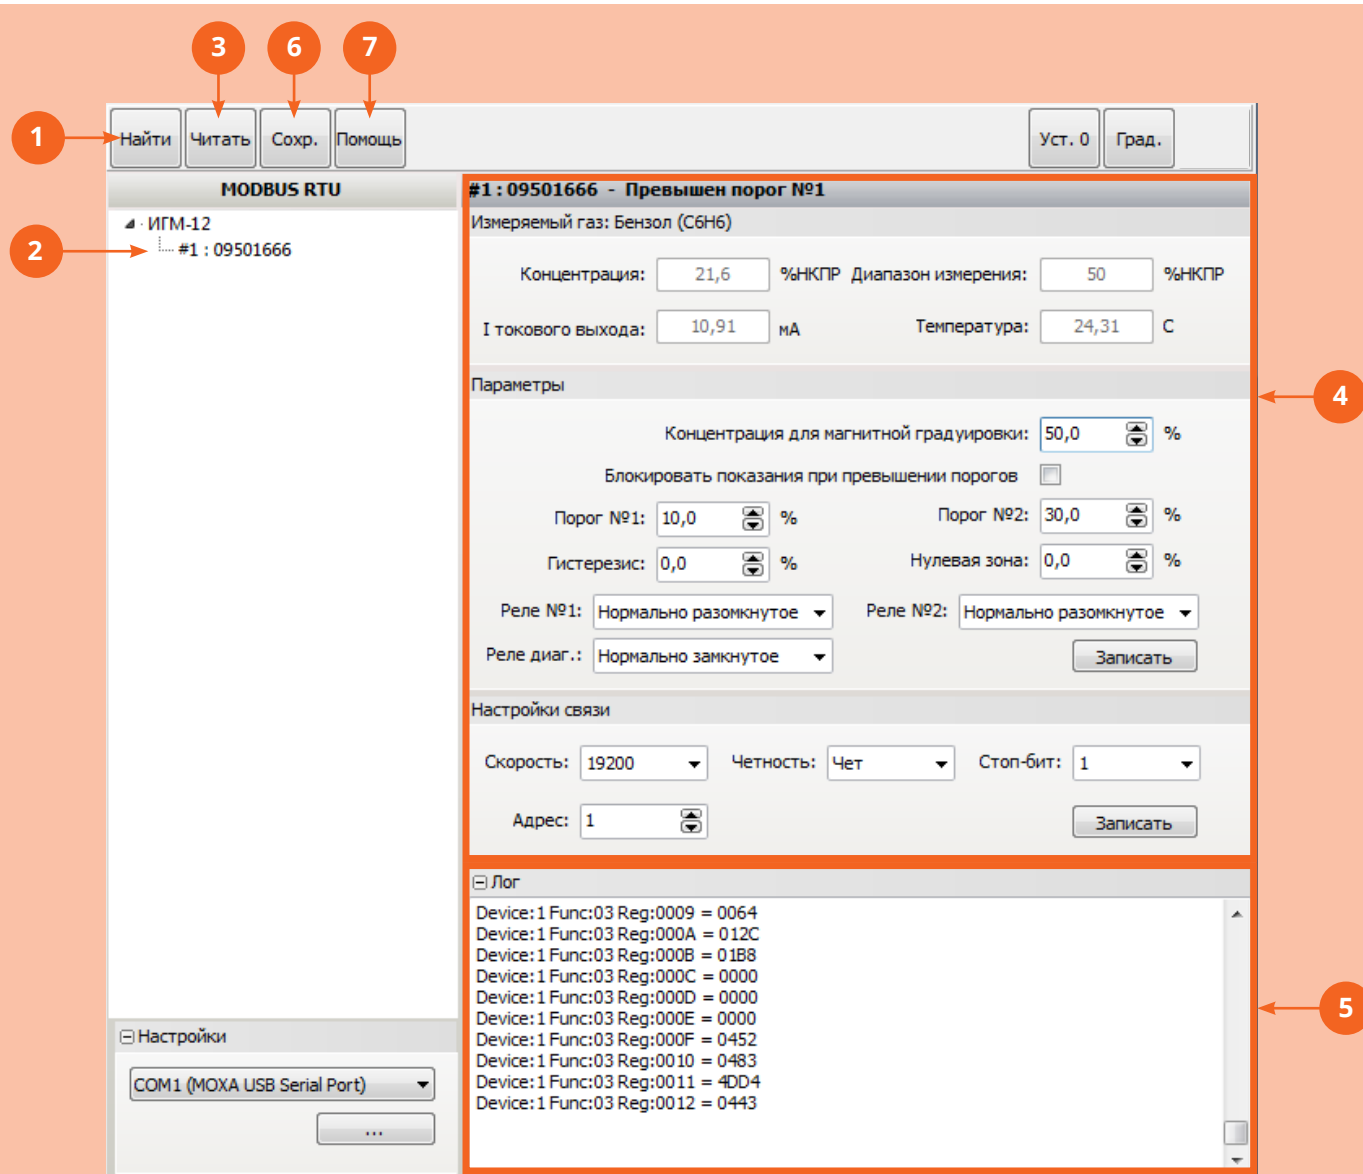
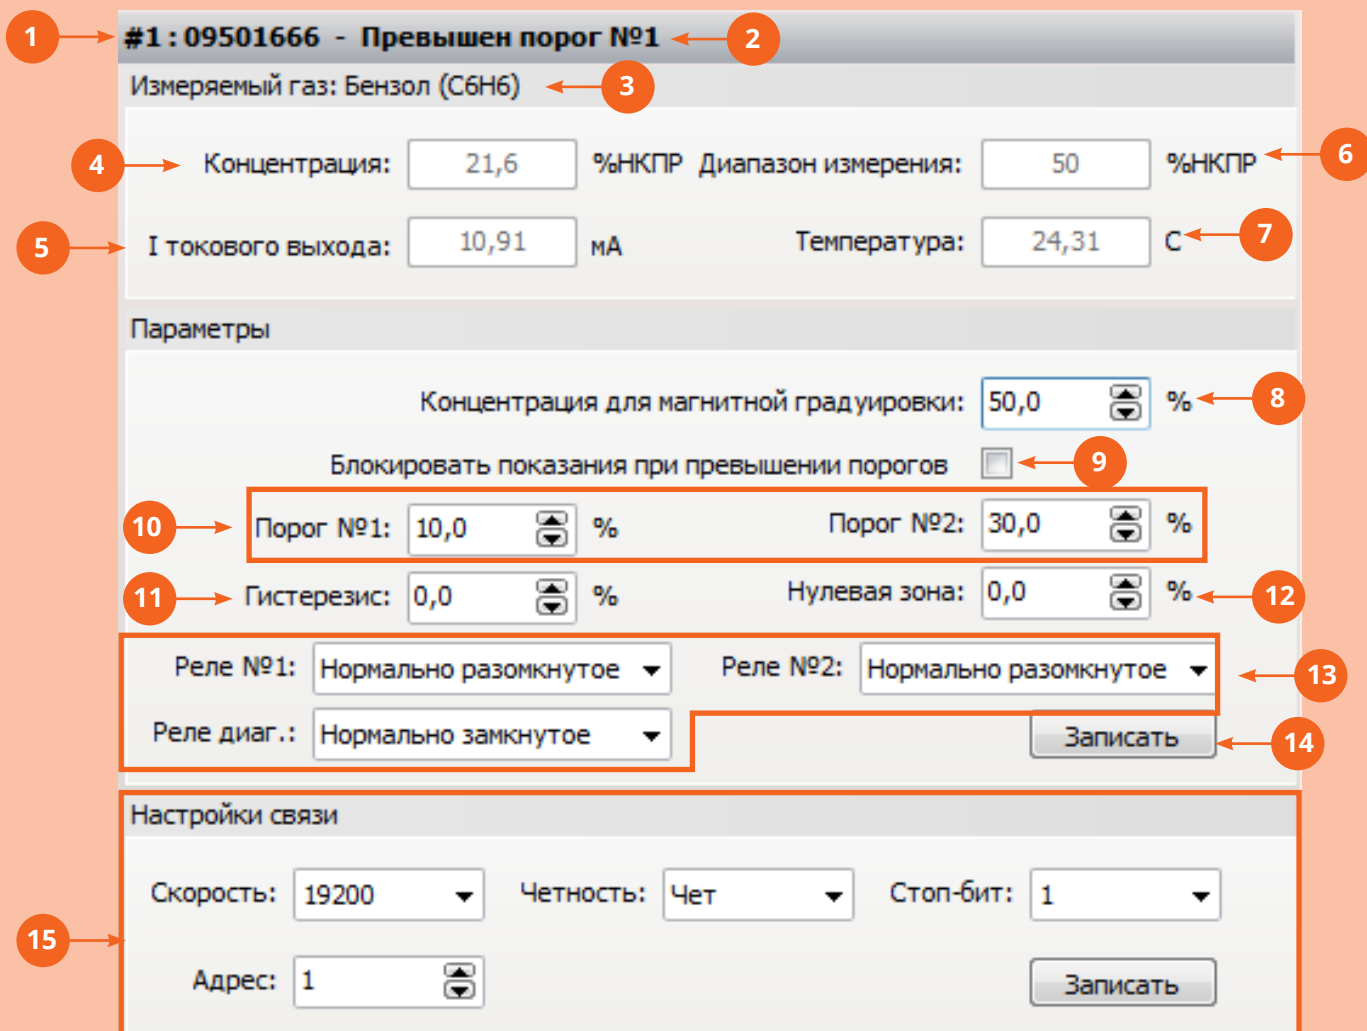

Рисунок 3
Рисунок 4
5.3. Нажать кнопку «Найти» **1** для поиска подключенных приборов. Остановить поиск, когда все подключенные приборы будут найдены и отобразятся в списке **2** с указанием серийного номера прибора и его модели, как на рис. 3
5.4. Получить настройки прибора из блока **4**, нажав двойным щелчком мыши на серийный номер прибора из списка **2** (рис. 3).
5.5. Вывод информации о состоянии прибора и программы осуществляется в окне **5** – «Лог» (рис. 3).
5.6. Рассмотрим настройки прибора из блока **4** (рис. 3) подробнее на рис. 4